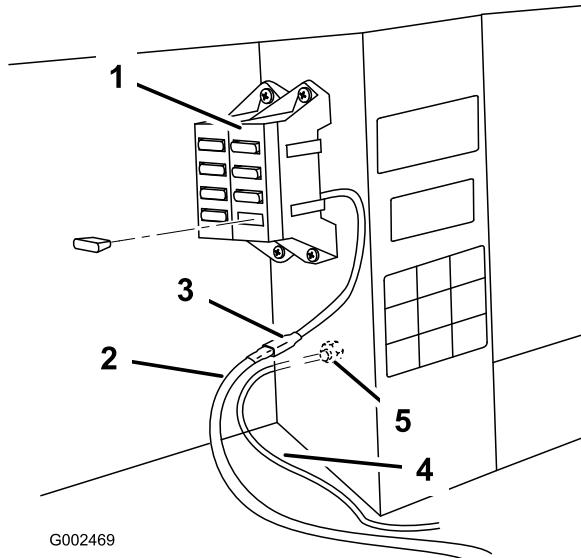

Bild 23
- 2. Schließen Sie den Ring am schwarzen Draht an die Erdungsschraube an (Bild 23).